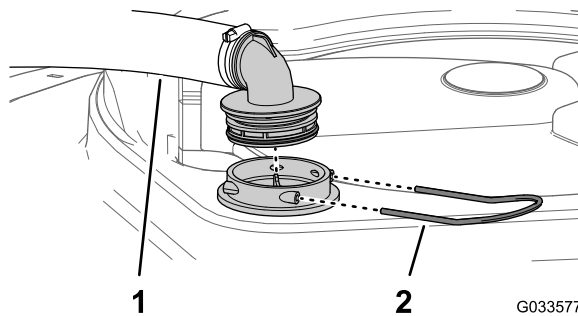

图 95
2. 在打药机药缸的顶部拆下固定从过滤器外壳连接至大软管的软管接头的卡环图 95。
3. 从过滤器外壳上拆下软管和软管接头图 95。